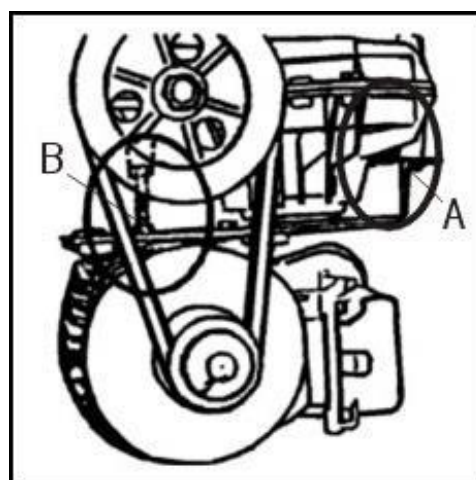

Fig 5
- Kontroller og juster strammingen av drivreimen. (Fig. 5)